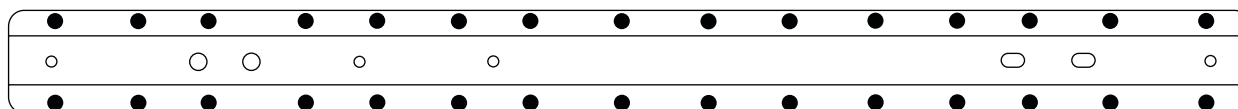

FIGURE 1
- Les points noirs représentent l'emplacement de trente (30) rivets aveugles (W707638-S900C) sur la tôle de plancher. (Voir figure 1).